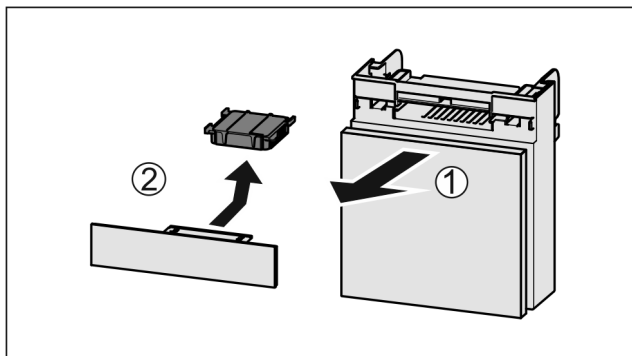

Fig. 109
- ▶ Издърпайте Fig. 109 (1) напред отделението.
- ▶ Извадете Fig. 109 (2) филтъра с активен въглен.